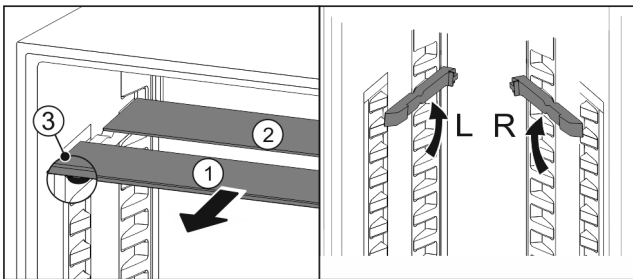

Fig. 61
- ▶ Vedä lasilevyt yksittäin etukautta ulos Fig. 61 (1).
- ▷ Koristelistalla varustettu lasilevy Fig. 61 (1) on edessä.
- ▷ Pysäyttimet Fig. 61 (3) osoittavat alaspäin.